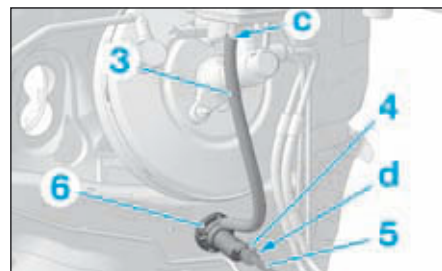

FIG.11
- Débrancher la canalisation d'alimentation (3) du cylindre émetteur (6) (Fig.11).
- Déposer l'agrafe (4) de la canalisation de refoulement (5) du cylindre émetteur puis débrancher celle-ci en (d).
- Déverrouiller le cylindre émetteur d'embrayage (6), en le tournant d'un 1/8 de tour dans le sens horaire.
- Déposer le cylindre émetteur d'embrayage (6).